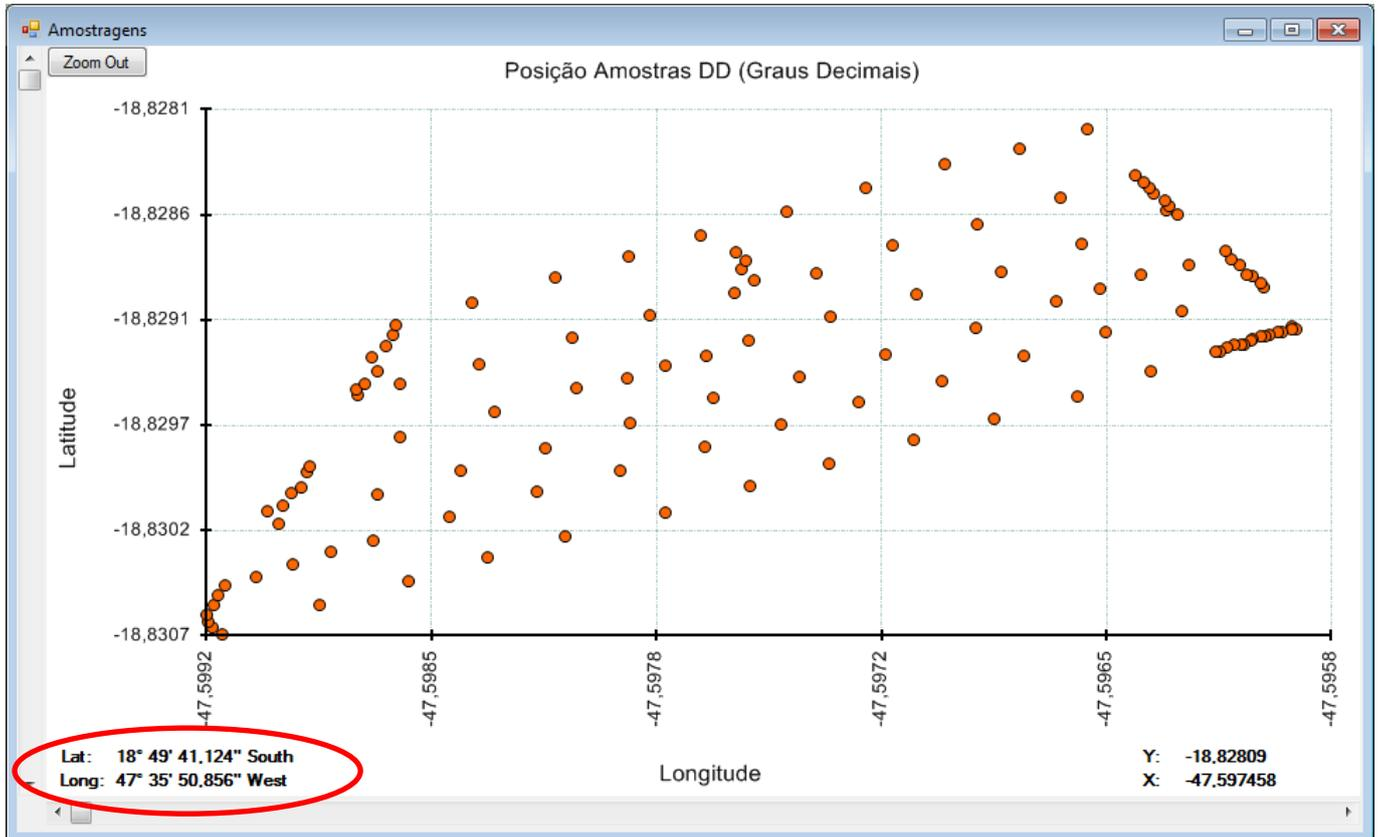

Figura 16 – Gráfico de Amostras
Após a conclusão da transferência dos dados do WPC-605/MOTOR para o WPCView (PC), a tela de Amostragens será apresentada, conforme Figura 16 indicado abaixo:
A tela acima mostra todos os ensaios (amostras) realizados pelo usuário que estavam contidos dentro da memória do WPC-605/MOTOR. Desta forma, o usuário tem uma visualização espacial de todos os pontos amostrados. Para saber com precisão as coordenadas (Latitude, Longitude) de cada ponto basta ir com o mouse em cima do ponto no gráfico e verificar as coordenadas no canto inferior esquerdo, conforme destacado na Figura 16.